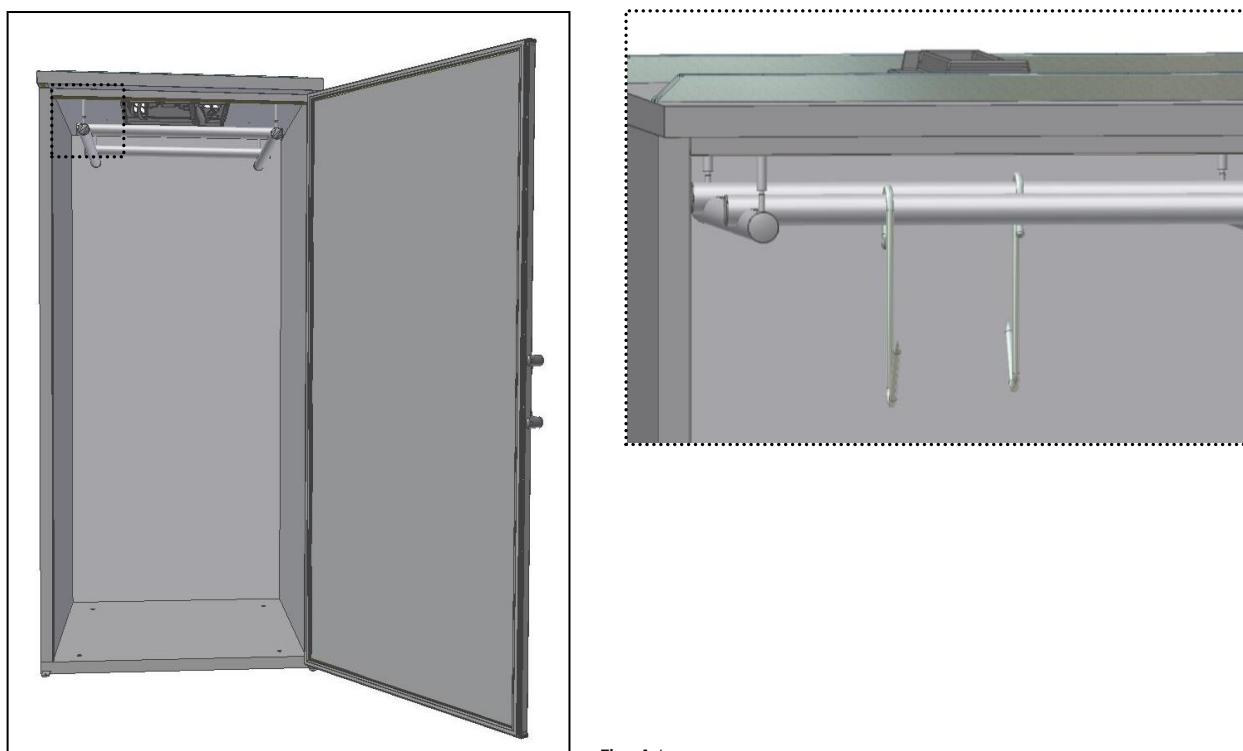

Fig. 14
- Inserire i **tubi trasversali** nei tubi laterali e collocare i ganci dove sarà sospesa la selvaggina (Fig. 14);